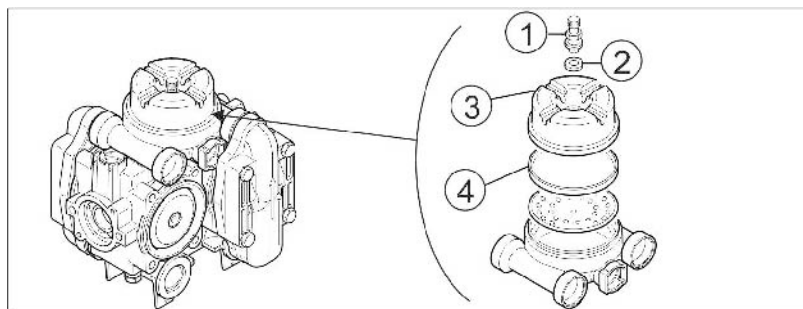

Fig. 200
2. Efterfyld om nødvendigt olie ved ikke kørende pumpe (max. op til markering (Fig. 200/1).
5. Drej indgangsakslen henholdsvis mod højre og venstre, og hæld samtidigt langsomt nyt olie på. Den korrekte oliemængde er hældt på, når olien er synlig ved markeringen (Fig. 200/1).